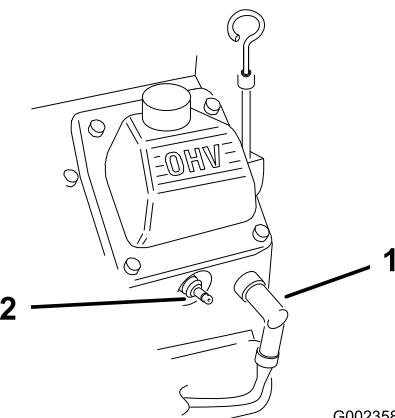

Figura 29
2. Scollegate i cappellotti dalle candele (Figura 29).